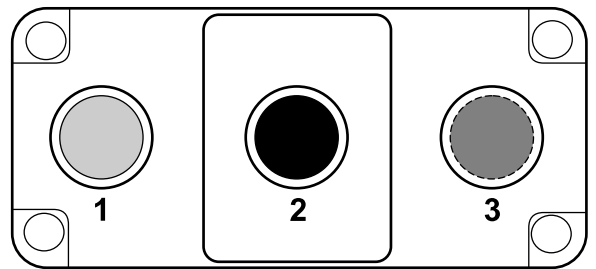

图 17
3. 确认开关端子位置、线束标签和线束颜色图 17。
注意 切换开关是弹簧加载到开关后部图 18。端子 1 与 2 之间的开关通常是开启的图 17。
4. 将标有旁路接合开关 2 的红色接线固定至超越控制开关中间的 2 号端子图 17 和图 18。
5. 将标有旁路接合开关 1 的灰色接线固定至超越控制开关后面的 1 号端子图 17 和图 18。